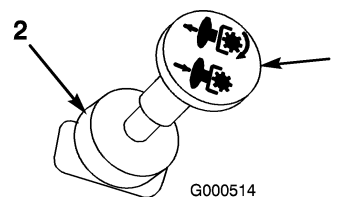

Bild 10
3. Ziehen Sie den ZWA-Schalter heraus, um ihn zu aktivieren (Bild 10).
Ziehen Sie den Zapfwellenantriebsschalter auf „Aus“ (Bild 10).